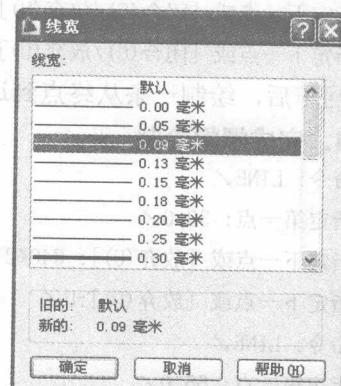

图 2-7 选择线宽
(6) 单击“中心线”层对应的“线宽”项，打开“线宽”对话框，选择 0.09 毫米线宽，如图 2-7 所示。确认退出。